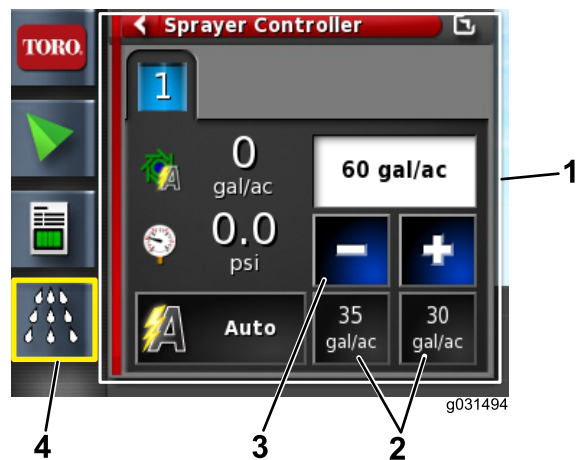

Figura 42
4. Se il volume non è corretto, modificalo premendo le icone dei Volumi preimpostati, poi premete le icone di Decremento e Incremento per modificare il volume, oppure selezionate il campo del volume attuale e inserite il volume di applicazione mediante il tastierino numerico (Figura 42 e Figura 43).